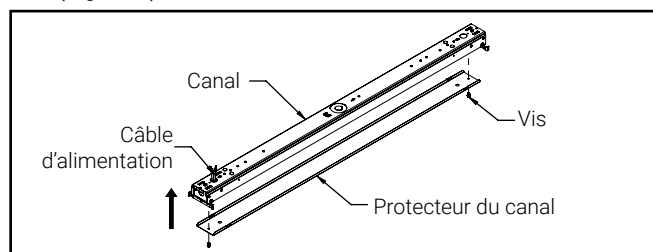

Figure 2
2. Câblez le luminaire selon les normes et installez le protecteur du canal sur le canal avec les vis fournies. (Figure 2)